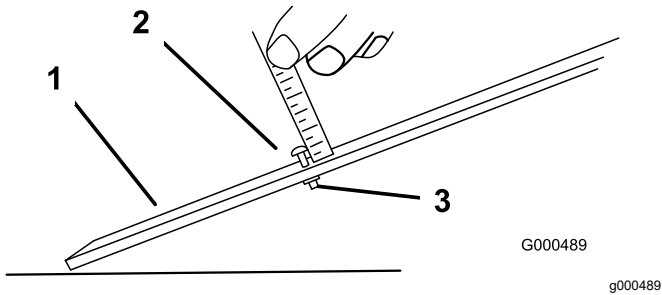

图 13
1. 松开调刀尺上的螺母并将调节螺栓设定为所需的剪草高度 图 13。